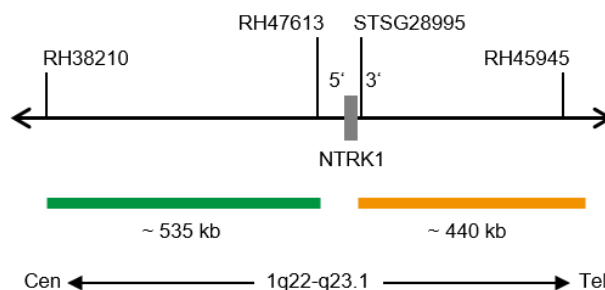

Abb. 1: SPEC NTRK1 Sondenlokalisierung (nicht maßstabsgetreu)
- ZyGreen (Anregung 503 nm/Emission 528 nm) markierten Polynukleotiden (~10 ng/μl), die gegen Sequenzen in 1q22-q23.1* (chr1:156,245,849-156,781,745) gerichtet sind, welche proximal zur NTRK1-Bruchpunktregion lokalisiert sind (siehe Abb. 1).
- ZyOrange (Anregung 547 nm/Emission 572 nm) markierten Polynukleotiden (~4,5 ng/μl), die gegen Sequenzen in 1q23.1* (chr1:156,854,527-157,296,918) gerichtet sind, welche distal zur NTRK1-Bruchpunktregion lokalisiert sind (siehe Abb. 1).